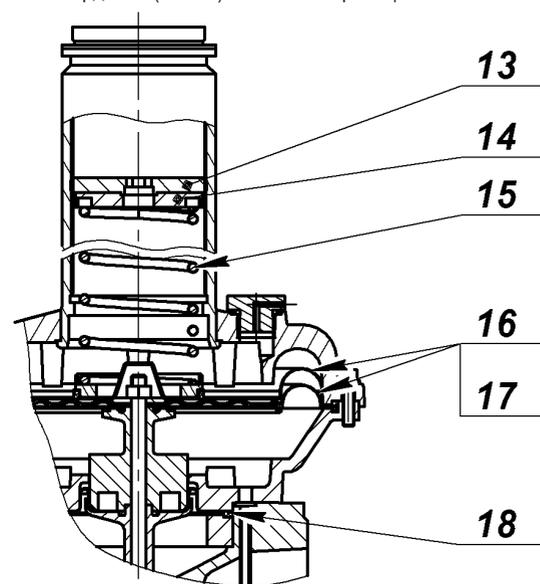

Рис. 6
4.5 Замена пружины регулятора должна производиться в следующем порядке (рис. 6):
- Дополнительно на рис. 6 показаны: